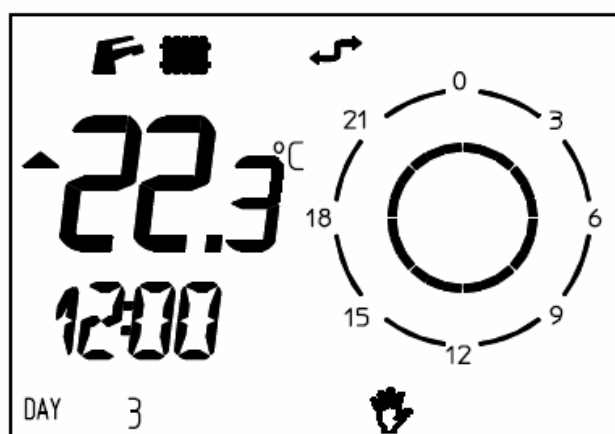

Рисунок 6
- Натисніть кнопку **Auto** /  , вибравши символ  (рисунок 6 позиція А).
- Виберіть потрібну температуру, використовуючи кнопки   та   (рисунок 6 позиція В). Збережіть вибране значення, натиснувши кнопку **OK** /  і повернувшись до нормального вигляду дисплею (рисунок 6 позиція С).